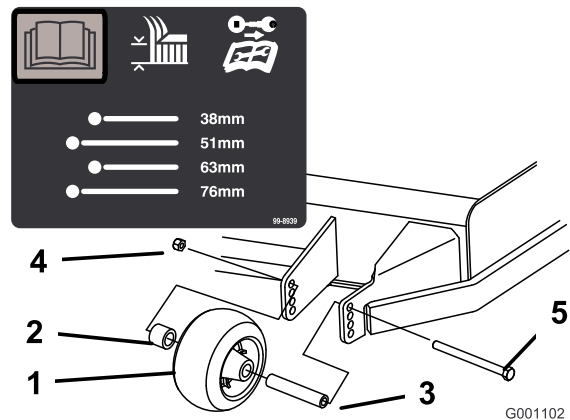

**Bild 27**
2. Treten Sie mit dem Fuß auf das Mähwerkhubpedal und heben Sie das Mähwerk in die Transportstellung an (auch die Schnitthöhe von 140 mm) (Bild 27).
3. Drehen Sie zum Einstellen den Stift um 90 Grad und nehmen ihn aus der Schnitthöhen-Halterung heraus (Bild 27).
4. Wählen Sie ein Loch in der Schnitthöhenhalterung, das der gewünschten Schnitthöhe entspricht, und stecken Sie den Lastösenbolzen wieder ein (Bild 27).